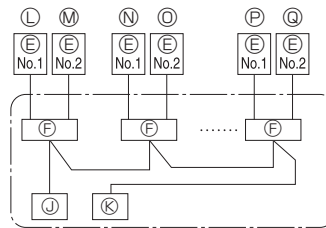

Fig. 6-2
6.1. Buitenapparaat (Fig. 6-1, Fig. 6-2)